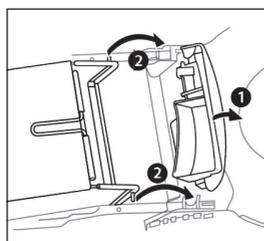

Рис. 3
2. Поднимите заднюю разгрузочную крышку 1 (рис. 3).
3. Прикрепите травосборник, вставив крючки его рамы в пазы в задней части газонокосилки (рис. 3).